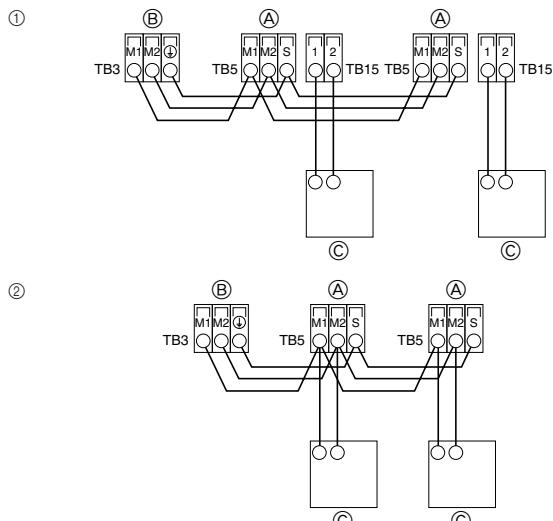

Fig. 4-2
4.2. Σύνδεση ελεγκτού εξ αποστάσεως, καλώδιων μεταφοράς εξωτερικών και εσωτερικών μονάδων (Fig. 4-2)